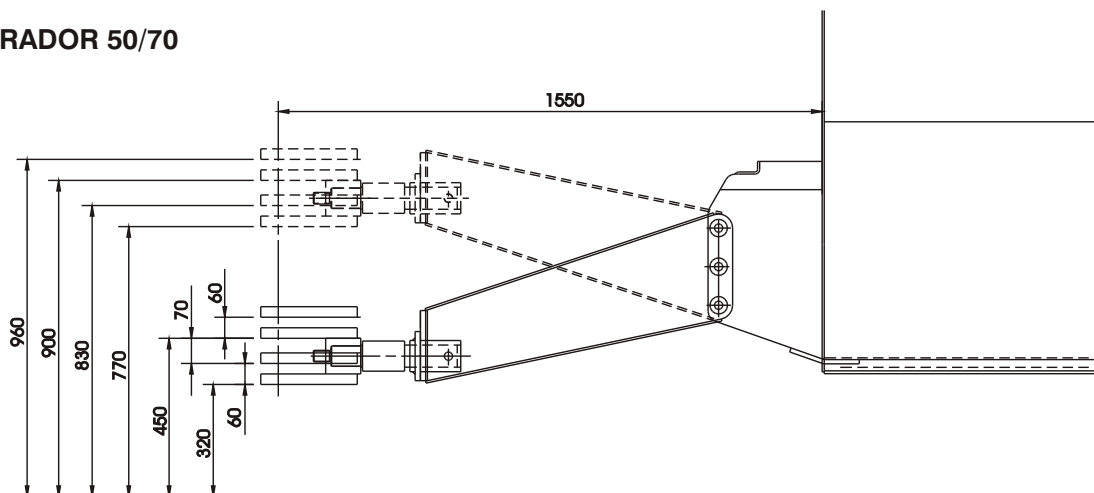

FIG. 1
**NB:** De aandraaikracht van de bevestigingsschroef (B Fig.1) van het stuur moet 710 Nm zijn.
Controleer na het plaatsen van de trekstang of de moer (A Fig. 1) vastzit.